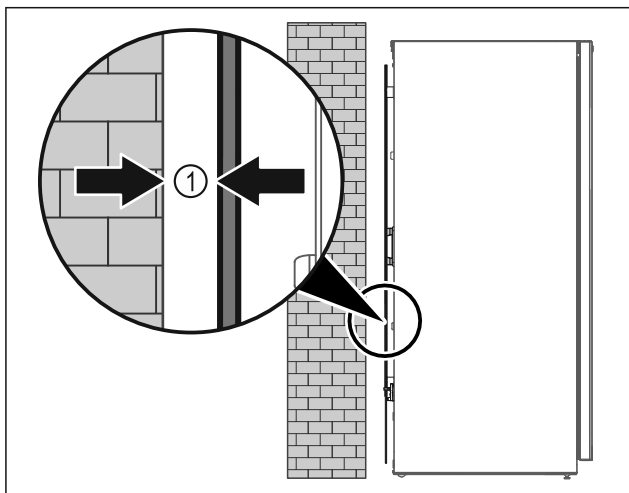

Fig. 8
- ▶ Поставити пристрій в приміщенні окремо або безпосередньо до стіни на відстані 5 мм Fig. 8 (1).